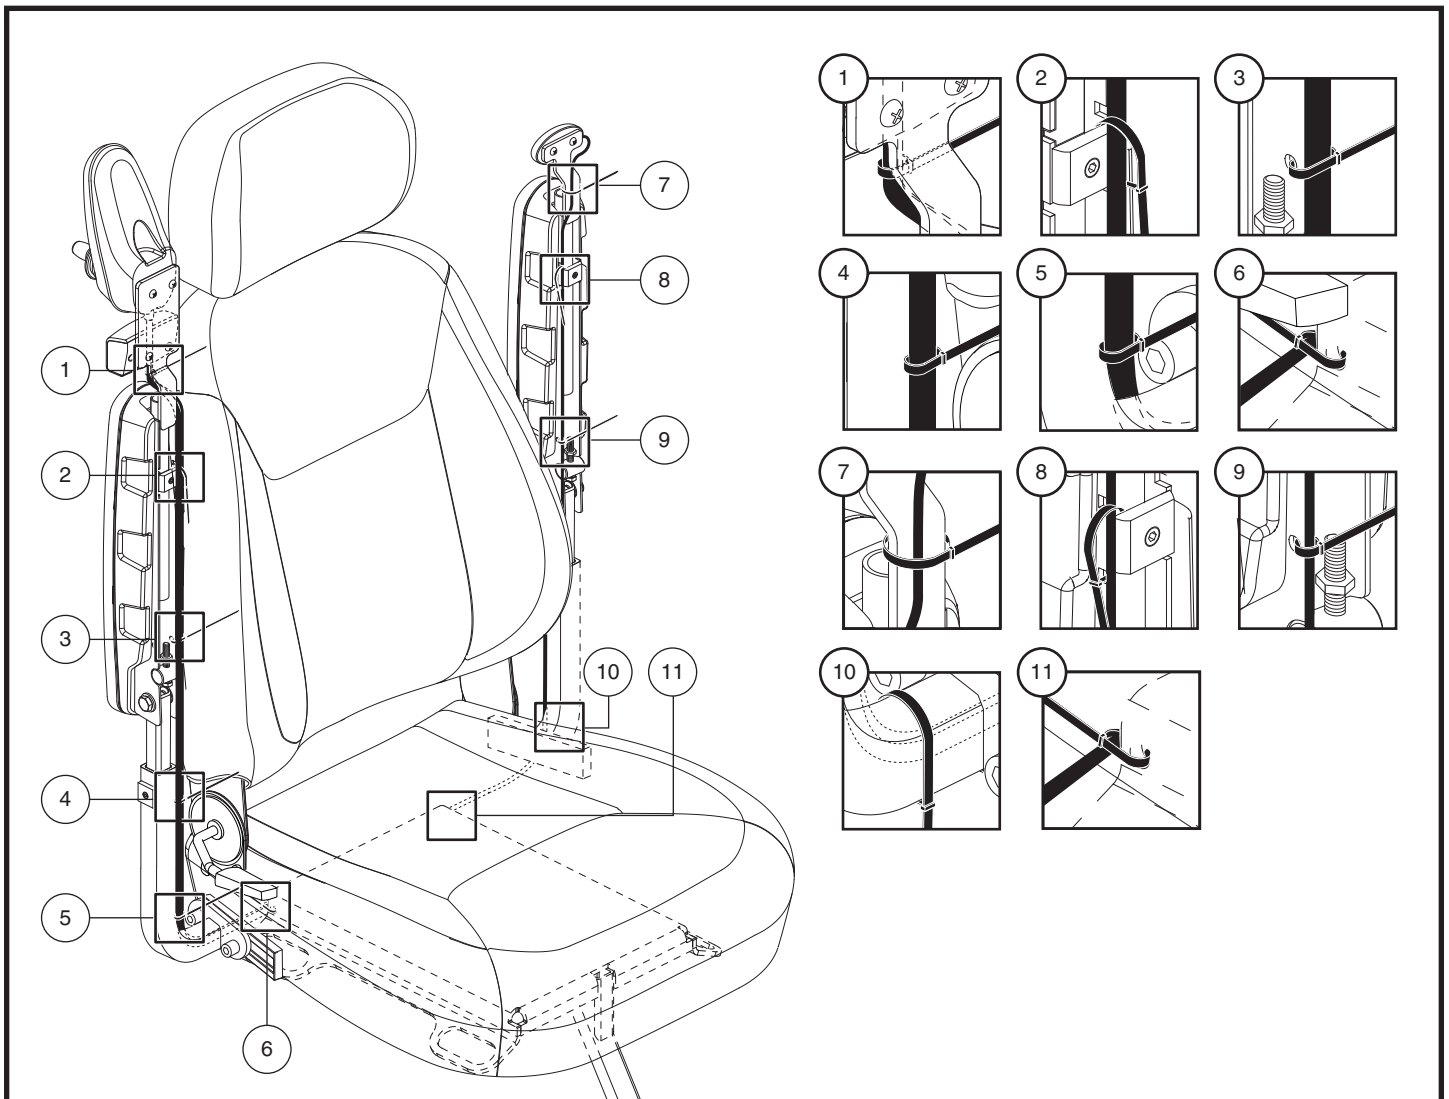

Figura 11. Disposición del cable del regulador
17. Sujete los cables en el reposabrazos con la brida para cables suministrada, como se muestra en la **figura 11**.
19. Disponga los cables a lo largo del receptor del reposabrazos y la placa del asiento con la brida para cables suministrada, como se muestra en la **figura 11**.
¡ADVERTENCIA! Asegúrese de que todos los cables estén dispuestos correctamente como se muestra en la figura 11. Una disposición incorrecta puede causar un daño al interruptor de la luz, al regulador o a otros componentes eléctricos.
2. Para las ubicaciones 1 hasta 10, ajuste la brida para cables en su lugar de acuerdo con la disposición correcta de los cables, tal como se muestra en la figura 11.
9. Disponga el cable del regulador a lo largo de la estructura del asiento y sujételo con alambres. **Ver figura 11.**